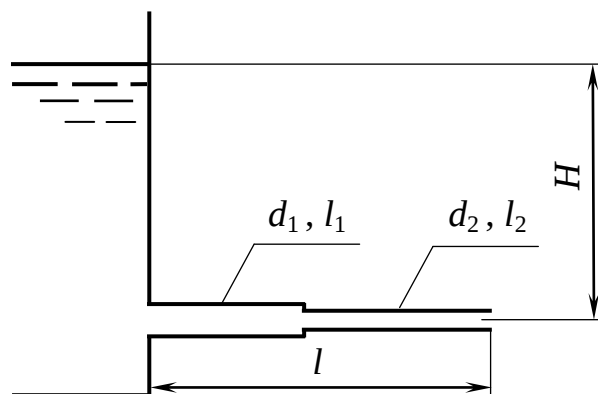

Рисунок 1
3. По трубопроводу размерами d_1 , l_1 и d_2 , l_2 подается вода под постоянным напором H (рисунок 1).